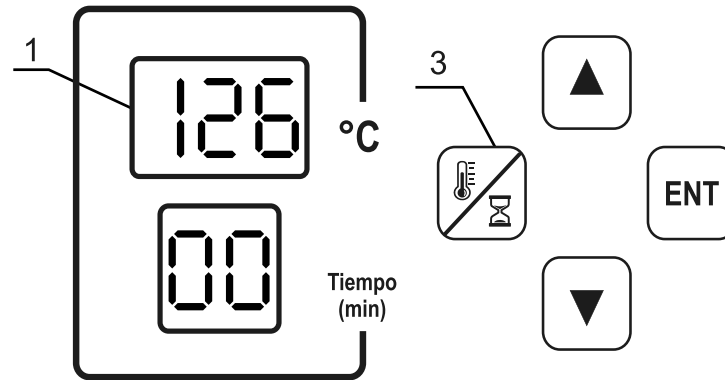

Figura 7.
Presione el botón  hasta que la pantalla (1) comience a parpadear, utilizar las flechas  y  para aumentar o disminuir la temperatura deseada (Figura 7).